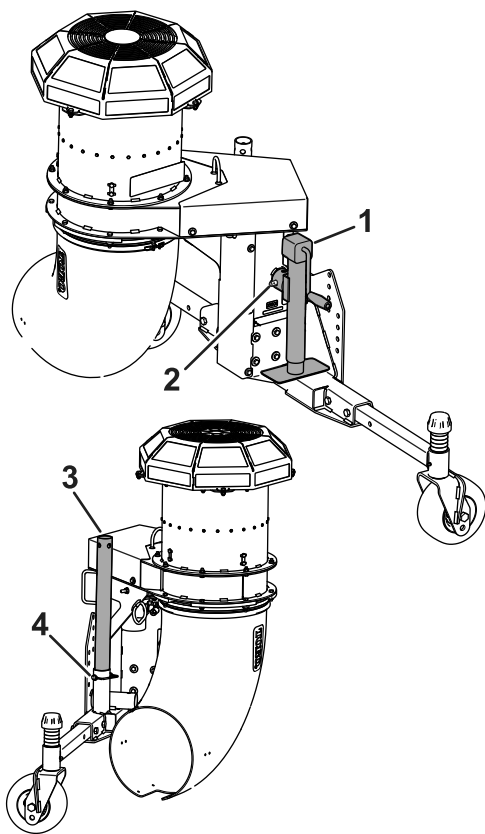

図 6
7. ジャッキスタンドのチューブを保管チューブに固定しているスナッパピンを外す 図 6。保管位置からジャッキアセンブリを外す。